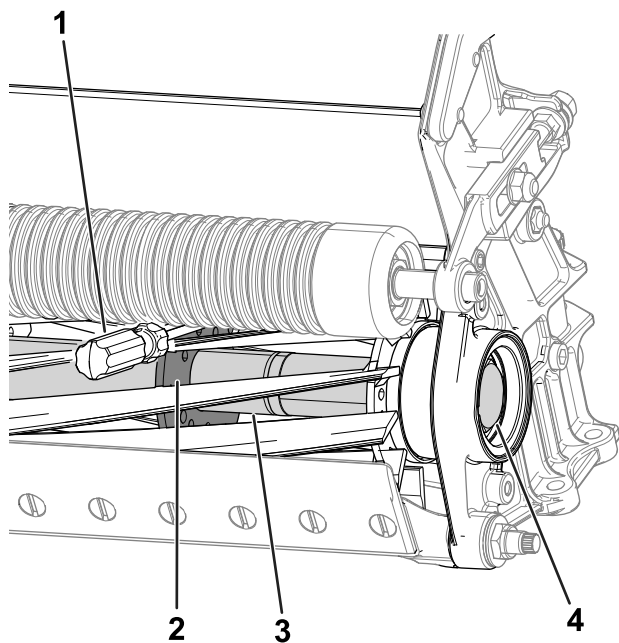

Figura 27
2. Insira um pé de cabra de cabo longo (recomendado $\frac{3}{8}$ x 12 pol. com pega de chave de parafusos) através da parte inferior do cilindro de corte, o mais próximo do lado da unidade de corte que irá apertar (Figura 27).
3. Coloque o pé de cabra contra o lado soldado da placa de suporte do cilindro (Figura 27).